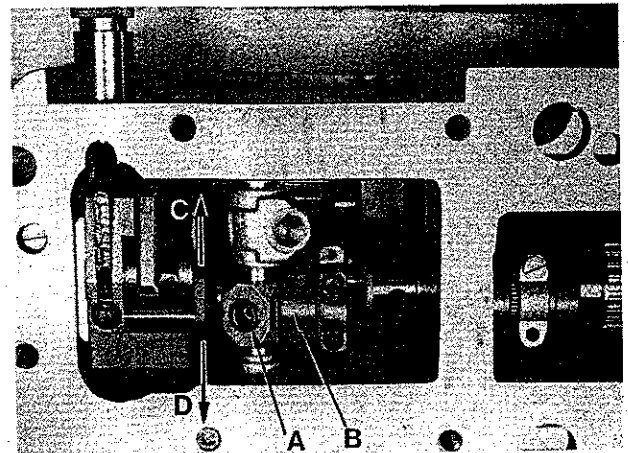

Fig. 64
2. Loosen screw (A, Fig. 64).
3. If the difference between dimension "A" and dimension "B" (Fig. 63) is less than 0.8 - 1 mm (.032 - .040 in.), lever (B, Fig. 64) must be moved in the direction of the arrow towards "D".
2. Lösen Sie die Schraube (A, Fig. 64).
3. Ist der Unterschied zwischen Maß "A" und Maß "B" (Fig. 63) kleiner als 0,8 - 1 mm muß der Hebel (B, Fig. 64) in Pfeilrichtung nach "D" verschoben werden.